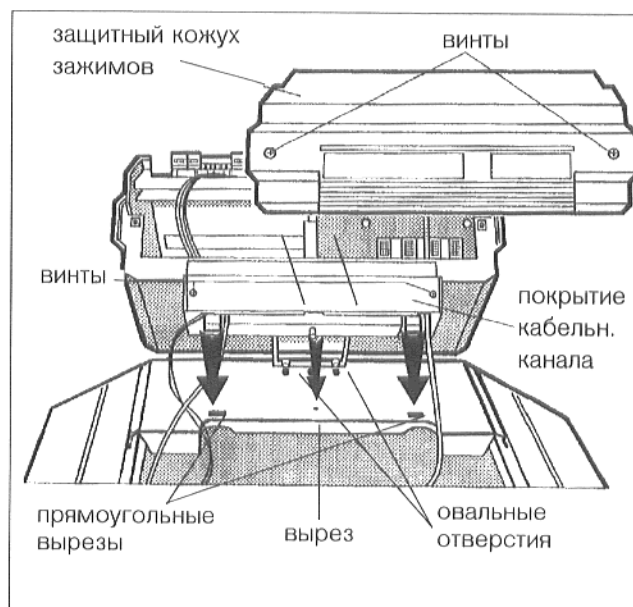

Рис. 16
Вытащить оба винта из покрытия кабельного канала (рис. 16). Снять покрытие кабельного канала.
- Насадить регулятор на передний кожух так, чтобы вставные крючки на нижней стороне регулятора вошли спереди в овальные отверстия (рис. 16).
При этом, проложить капиллярные трубки датчиков температуры и, при "Ecomatic"-регулировании, провод датчика температуры котельной воды через вырез в переднем кожухе котла (рис. 16).
- Тянуть регулятор в направлении вперед, при этом, держать слегка одной рукой передний кожух котла и давить регулятор до тех пор вниз, пока эластичные крючки не войдут в задние прямоугольные вырезы (рис. 16).
Привинтить покрытие кабельного канала к регулятору (рис. 16).